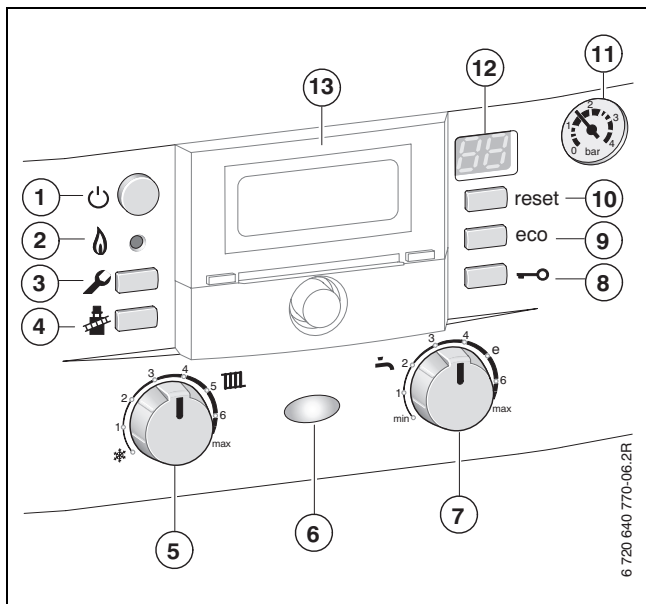

Bild 7
- witterungsgeführter Regler im Gerät eingebaut (→ Bild 7, [13], Seite).